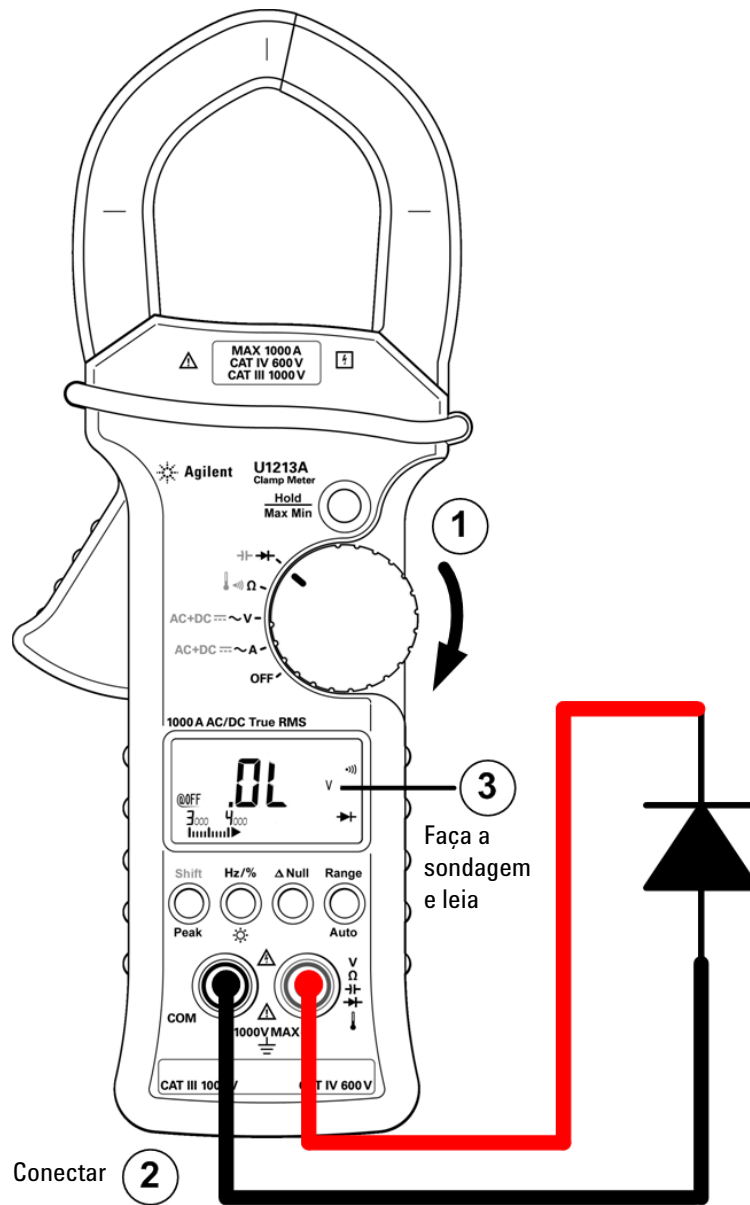

Figura 2-6 Medindo o diodo (polarização reversa)
- 4 Inverta as pontas de prova e meça novamente a tensão que cruza o diodo (consulte Figura 2-6 na página 27). Avalie o diodo seguindo estas orientações: